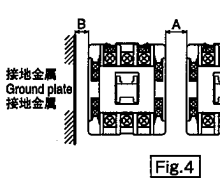

Fig.4
4. 取付スペース (Fig.4, 5)
4. Mounting space (Fig.4, 5)
4. 安装预留位置 (Fig.4, 5)